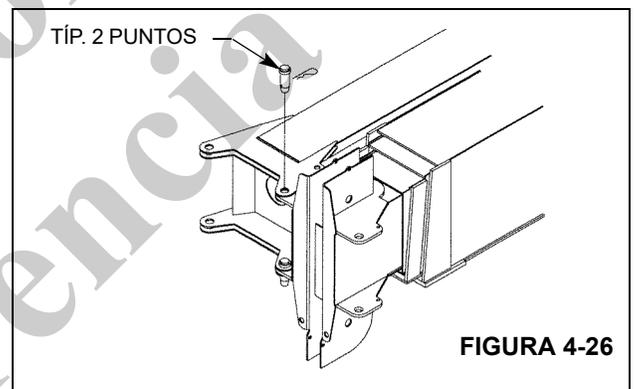

FIGURA 4-26
- Utilice una eslinga para elevar el conjunto del plumín, alinéelo y fíjelo con pasador a la cabeza de poleas de la pluma, Figura 4-26.